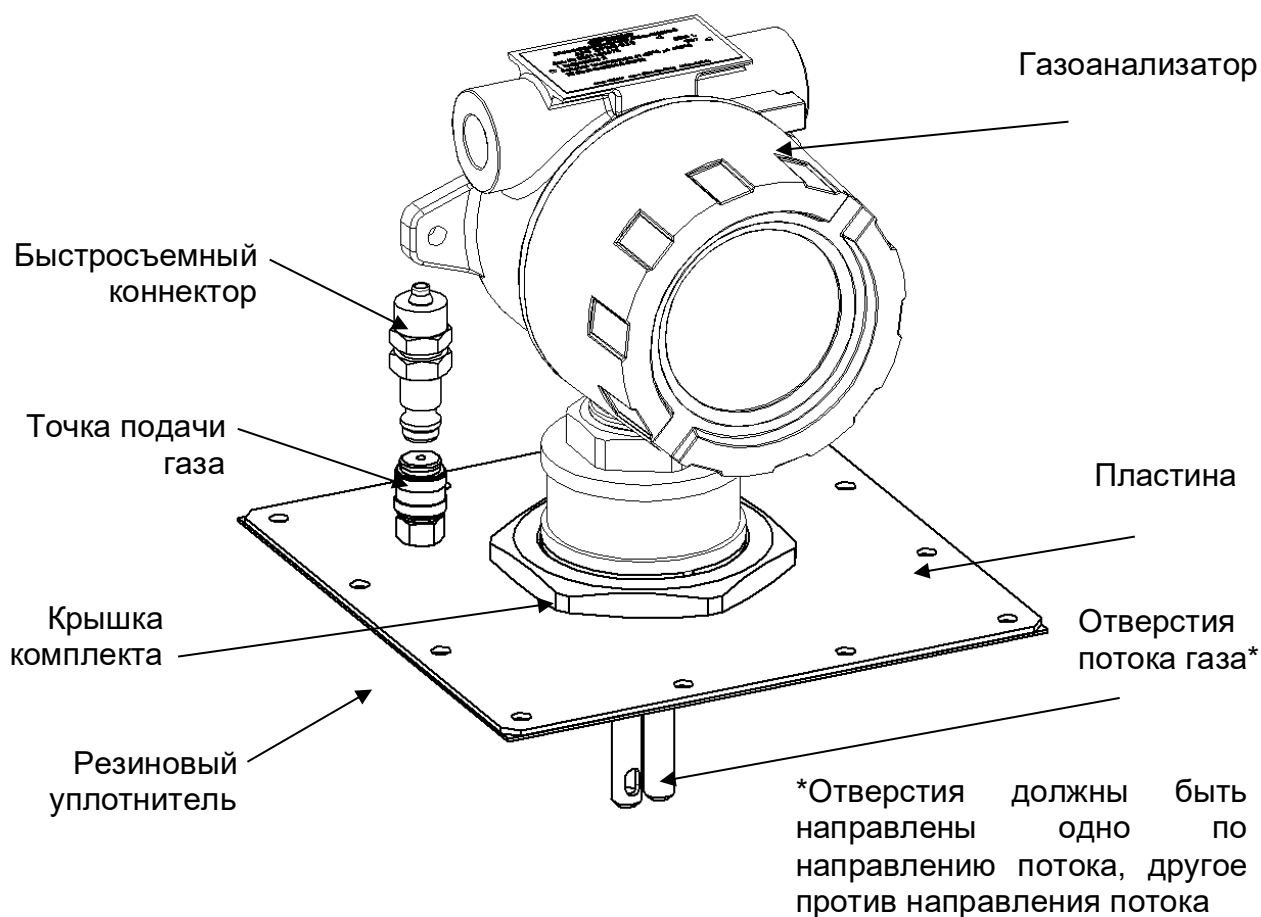

Рисунок 13 – Внешний вид газоанализатора и комплекта для монтажа в воздуховоде
- в) Вкрутить газоанализатор в крышку комплекта (рис. 13);